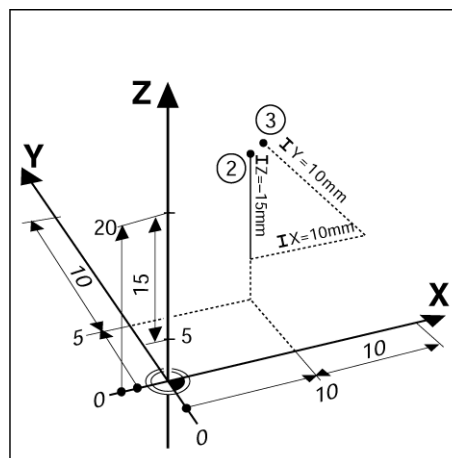

Fig. I.7 Posiciones 2 y 3 por ejemplo "Posiciones incrementales de la pieza"
**Ejemplo::** Coordenadas incrementales de la posición **3** referidas a la posición **2**. Véase Fig. I.7